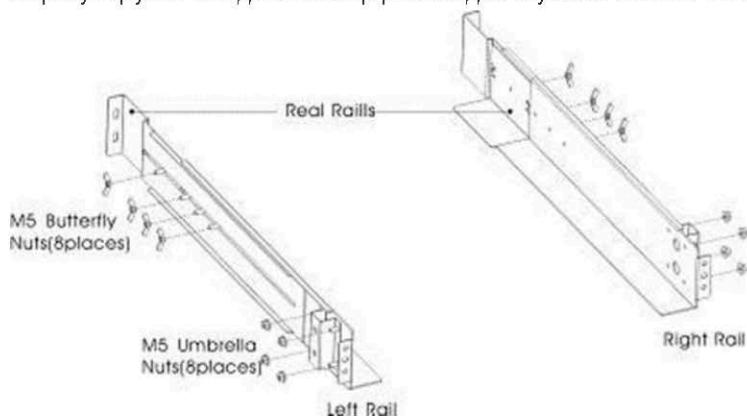

Рис. 1. Крепление направляющих
(1) Установить рельс
- а) Установите левую и правую направляющие на задние направляющие, как показано на рис.1. Не затягивайте винты. Отрегулируйте каждый Размер рельса для глубины вашего шкафа.
- с) затяните четыре барашковые гайки М5 сбоку от направляющей (см. рис. 1).